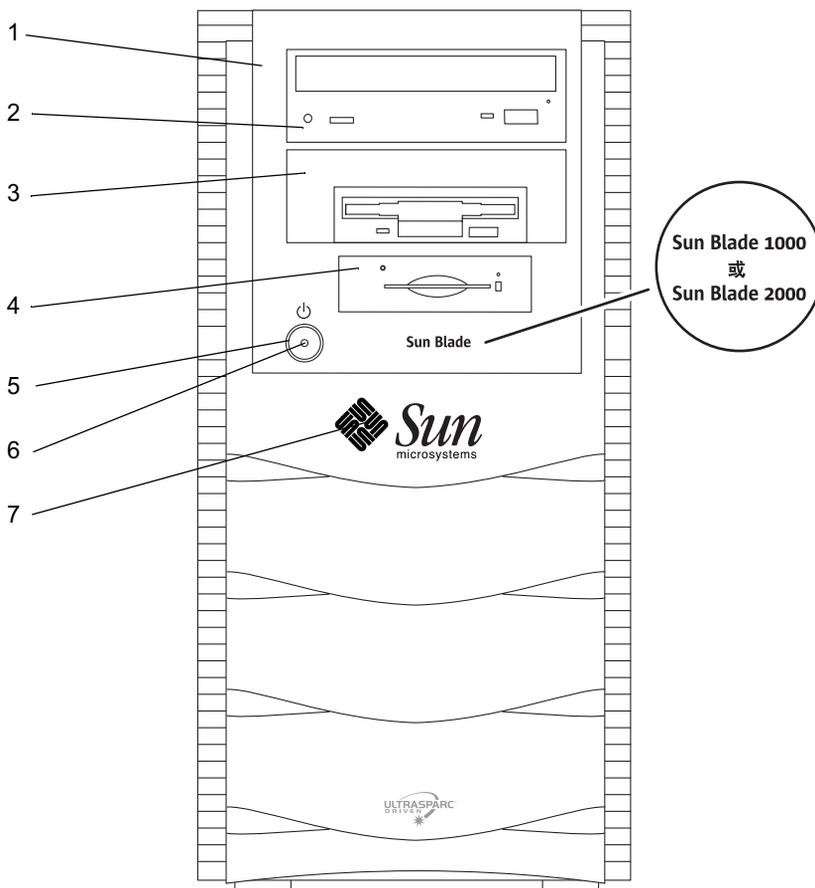

图 2 前面板概观
下面的编号列表与图 2 中的数字标题说明相对应。
2. 按下前面板上的电源开关，然后释放（请参阅图 2）。